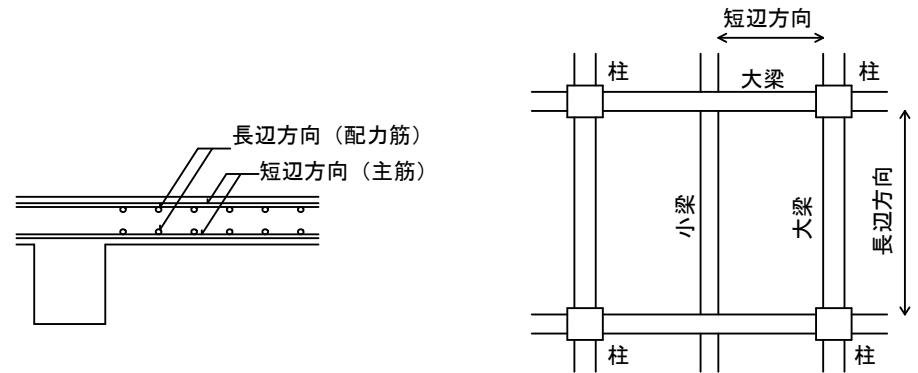

図10.1 スラブの配筋
- (1) スラブ及び土間コンクリートの上がり下がり、FLを基準とした寸法値とする。
(2) 土間スラブ下の砂利地床厚及び捨てコンクリート厚は13.1(1)による。
(3) 土間コンクリート補強筋(S0)の配筋及びコンクリート厚さは13.4(a)(1)による。
(4) スラブの基準配筋(S形基準配筋)は表10.1及び図10.1により、配筋種別及びスラブ厚さは、構造図による。